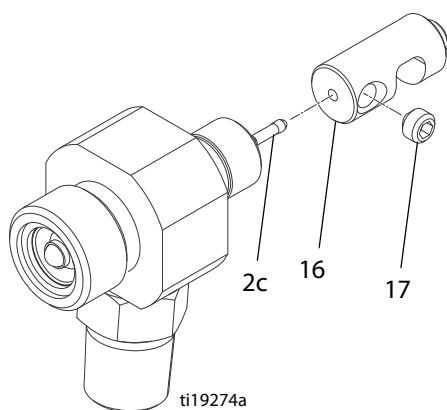

Рис. 9
- Во избежание сгибания иглы (2с) поддерживайте пружинную направляющую (16), ослабьте установочные винты (17), затем извлеките пружинную направляющую (16). См. Рис. 9.